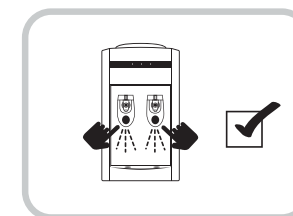

Fig.2
3. Presione en cada una de las llaves (caliente y fría) para confirmar que el agua está corriendo por la unidad. (Fig. 2)